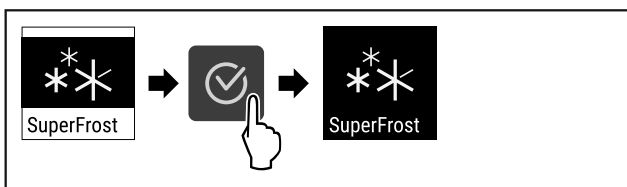

Fig. 93
- ▶ Выполните шаги действия (см. Fig. 93).